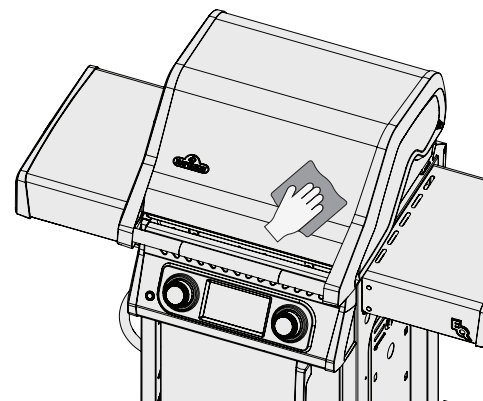

Fig. 9
- Tør altid i retning af kornet. (Fig. 9)